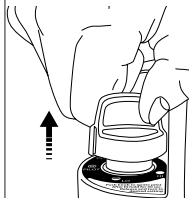

Figura 5: Botón de verificación lanzado
- Después de encender la luz de la noche, mantenga presionado el botón durante 30 a 60 segundos, luego suelte el botón. La perilla debe volver a la posición completamente extendida, ver Figura 5. Para operar el radiador, presione ligeramente la perilla y gire suavemente para bloquear la posición "HI" para encender la loseta del quemador. Deje la posición "HI" hasta que el azulejo del quemador se vuelva naranja brillante.